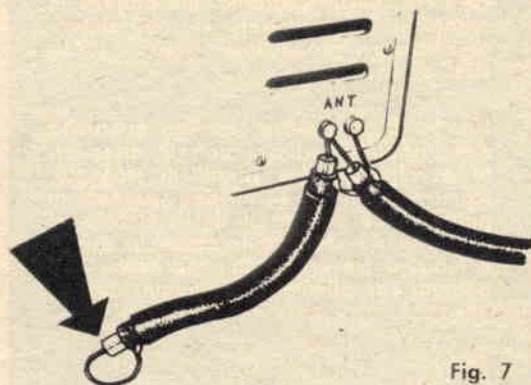

Fig. 7
**Fig. 7 -** Se nel vostro televisore la discesa è ottenuta con cavo coassiale, collegheremo, come vedesi in figura, in parallelo al cavetto di discesa uno spezzone di cavo cortocircuitato all'estremità. La lunghezza verrà ricavata sempre dalla tabella 1.